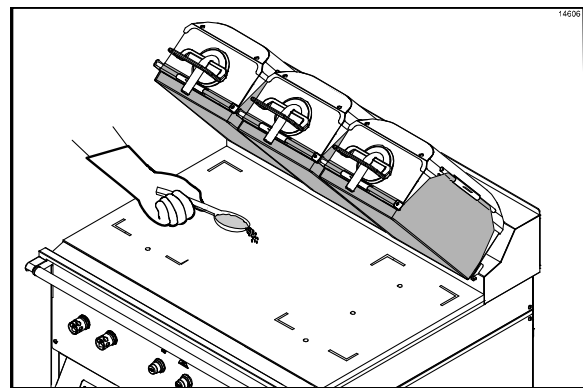

Figura 14
5. Usando uma colher de sorvete, distribua duas colheres rasas de flocos de soja sobre 1 metro da superfície do grill e aguarde até os flocos derreterem. (Veja a Figura 14.)